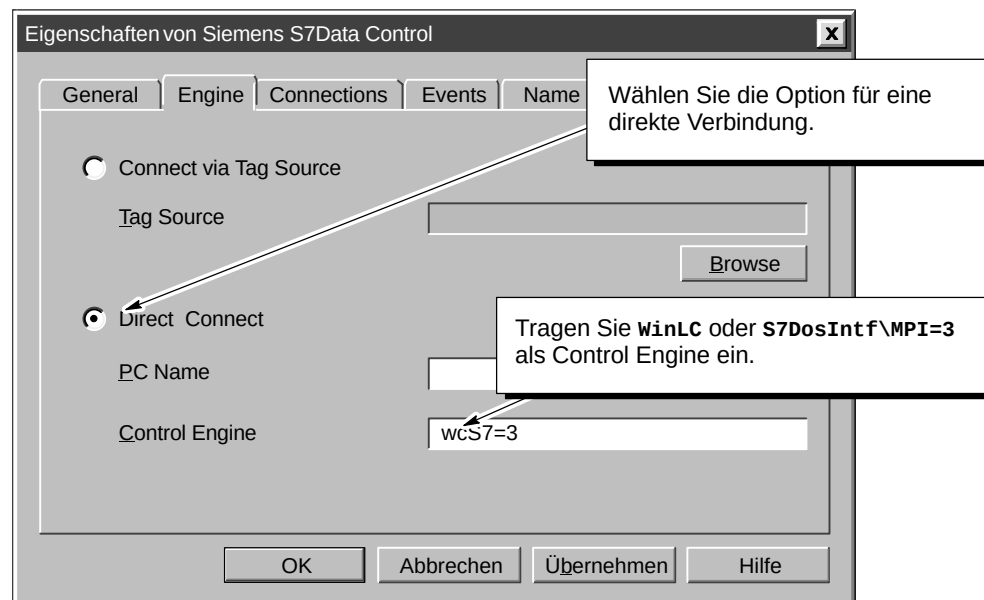

Bild 1-14 Verbinden mit der Control Engine (Beispiel: Label Control)
1. Öffnen Sie das Register "Engine", um die Control Engine einzurichten (siehe Bild 1-14).